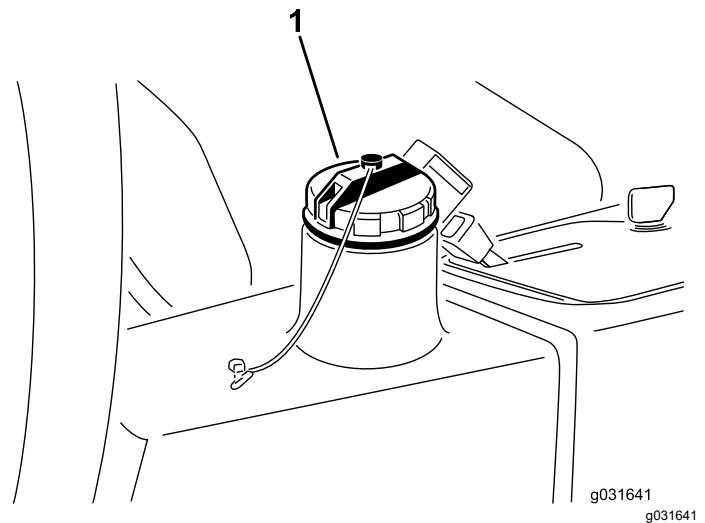

Figura 63
2. Limpe a zona em redor do tubo de enchimento e da tampa do depósito hidráulico (Figura 63).
3. Retire a tampa do reservatório hidráulico (Figura 63).